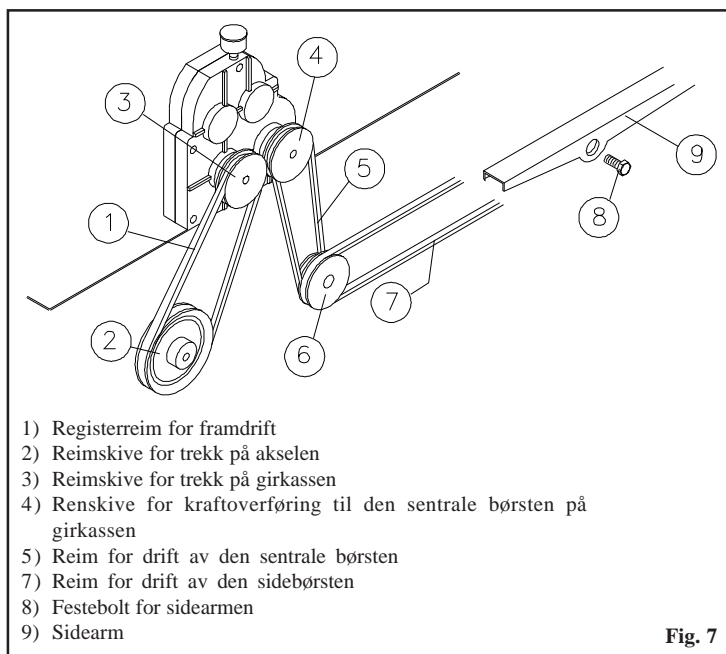

Fig. 7
- Fjern reimen, **pos. 7 fig. 7**, fra inne i remskiven, **pos. 6 fig. 7**.
- Fjern reimen, **pos. 5 fig. 7**, fra inne i remskiven, **pos. 4 og 6 fig. 7**.
- Sett inn reimen, **pos. 7 fig. 7**, inn i remskiven, **pos. 6 fig. 7**.
- Fjern reimen, **pos. 7 fig. 7**, fra remskiven, **pos. 6 fig. 7**.
- Skru løs festebolten, **pos. 8 fig. 7** og la krokene på sidearmen hektes løs, **pos. 9 fig. 7** fra det frie tannhjulet.
- Fjern reimen, **pos. 7** fra sidearmen, **pos. 9 fig. 7**.
- Hekt tilbake på plass sidearmen, **pos. 9 fig. 7** på det frie tannhjulet.
- Skru tilbake festebolten, **pos. 8 fig. 7**.
- Før reimen, **pos. 7 fig. 7**, inn i remskiven, **pos. 6 fig. 7**.
- Skru løs festeskruen fra remskiven, **pos. 4 fig. 7** og trekk den ut fra akslingen til gir-kassen, forsiktig så man ikke mister nøkkelen.
- Skru løs festeskruen fra remskiven, **pos. 3 fig. 7** og trekk den ut fra akslingen til gir-kassen, forsiktig så man ikke mister nøkkelen.
- Fjern reimen, **pos. 1 fig. 7**.
- Før inn den nye reimen i remskiven, **pos. 2 fig. 7**.
- Monter remskiven på gir-kassen, **pos. 3 Fig. 7**, med reimen allerede plassert i den indre delen av skiven.